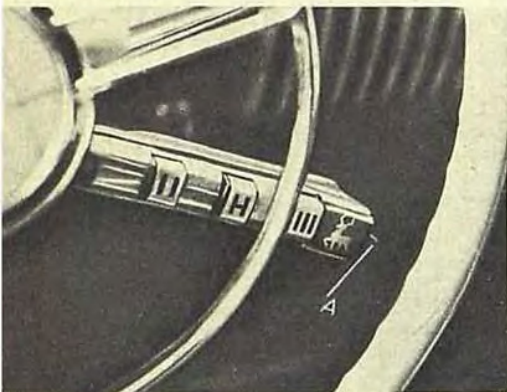

Рис. 1. Кнопочный пульт.
1) включать три передачи: вторую, нейтральную и третью*. Переключение осуществляется при очередном нажатии на педаль сцепления и только в том случае, если окажется нажатой одна из блокирующихся кнопок (рис. 1);
б) либо обороты переводятся на режим холостого хода с одновременным выключением прямой передачи и переходом в нейтральное положение. При последующем нажатии на педаль сцепления автоматически увеличивается число оборотов и снова включается прямая передача; а в дальнейшем, после того, как отпущена педаль, устанавливается заданная скорость. Этот режим работы может быть прерван при нажатии на педаль управления дросселем, на педаль тормоза и, при предварительно выключенном вспомогательном тумблере А (рис. 1), на педаль сцепления, а также при выключении питающей цепи ключом зажигания.